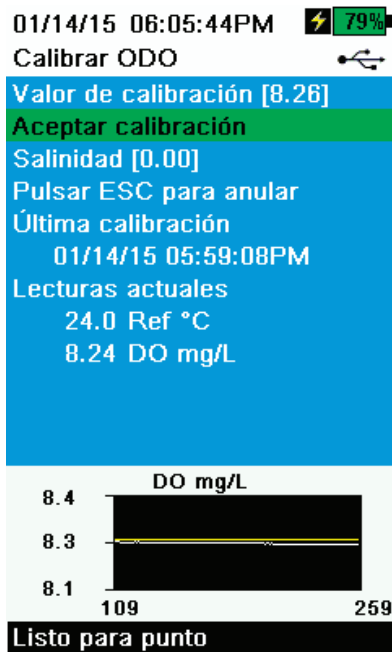

Figura 48 Calibrar ODO en mg/l
5. Observe las mediciones reales de estabilidad (la línea blanca en el gráfico no muestra cambios significativos durante 40 segundos), luego seleccione **Aceptar calibración** (Figura 48). Se mostrará "¡Calibración correcta!" en el área de mensajes.